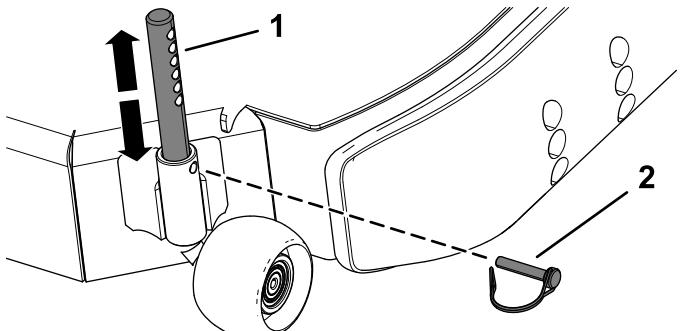

Bild 32
4. Nehmen Sie den Arretierbolzen aus dem Rollenstift (Bild 32).
5. Versetzen Sie den Rollenstift nach oben oder unten in die gewünschte Stellung und befestigen Sie ihn mit dem Arretierbolzen (Bild 32).